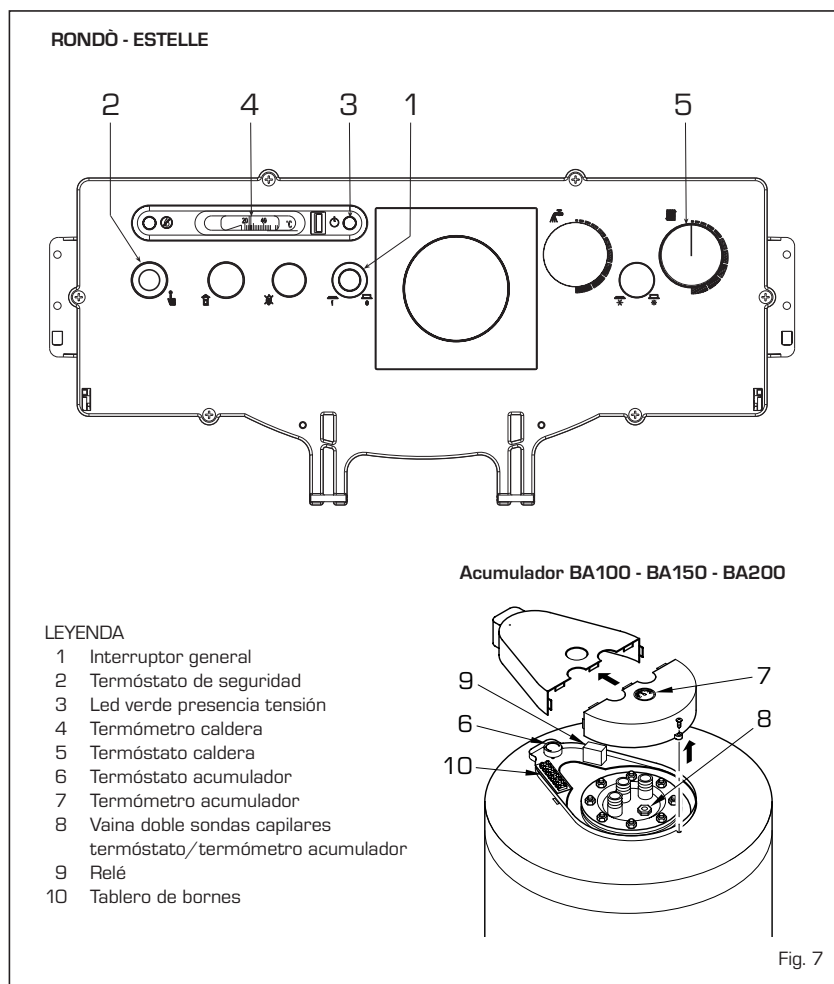

Fig. 7
- sacar la protección del acumulador para acceder a los bornes de conexión (fig. 7);
3.2.1 Encendido caldera (fig. 7)
- colocar el mando del termostato caldera (5) a una temperatura de mínimo 60°C. El valor de la temperatura establecida se controla sobre el termómetro (4).
- programar la temperatura del sanitario sobre el termostato acumulador (6). El valor de la temperatura establecida se controla sobre el termómetro (7).
3.2.2 Termostato de seguridad (fig. 7)
3.2.4 Apagado caldera (fig. 7)